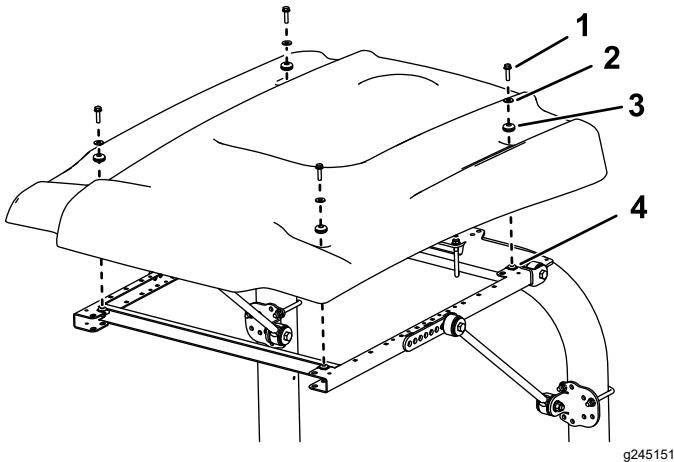

Figura 41
15. Ao alinhar os furos de montagem, posicione o toldo na estrutura como se mostra na Figura 41.
16. Monte, sem apertar completamente, cada canto do toldo na estrutura com um parafuso de cabeça flangeada (5/16 pol. x 1 1/4 pol.), uma anilha pequena e um olhal (Figura 41).